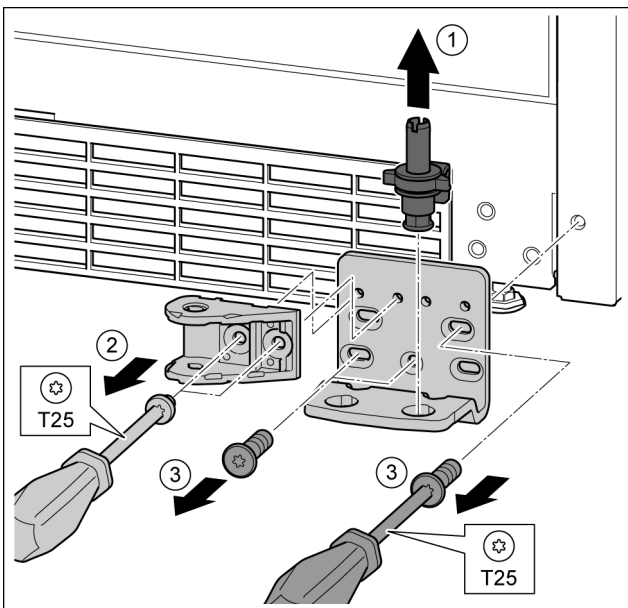

Fig. 30
- ▶ Опорний гвинт цілком витягніть рухом вгору. Fig. 30 (1)
- ▶ Викрутіть гвинти за допомогою викрутки T25 та зніміть з'єднувальний елемент демфера. Fig. 30 (2)
- ▶ Викрутіть гвинти за допомогою викрутки T25 та зніміть опорний кронштейн. Fig. 30 (3)